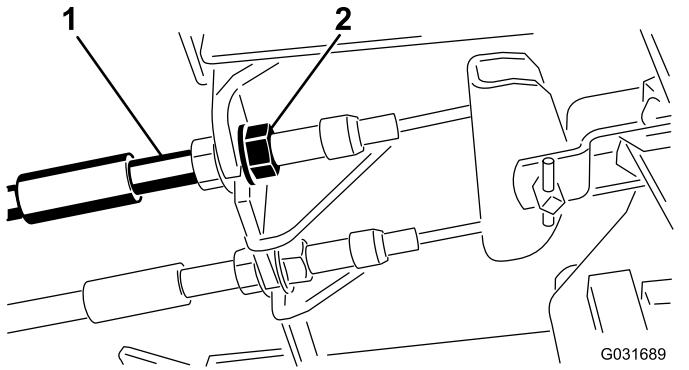

**Bild 88**
Stellen Sie die Bremsen ein, wenn das Bremspedal mehr als 2,5 cm Spiel hat, oder wenn die Bremsen nicht mehr gut genug greifen (**Bild 88**). Als Spiel gilt die Entfernung, die das Bremspedal zurücklegt, bevor ein Bremswiderstand spürbar ist.
2. Ziehen Sie die hintere Mutter an, um den Zug nach hinten zu bewegen, bis die Bremspedale ein Spiel zwischen 6,3 mm und 12,7 mm haben, bevor die Radsperre auftritt (**Bild 88**).